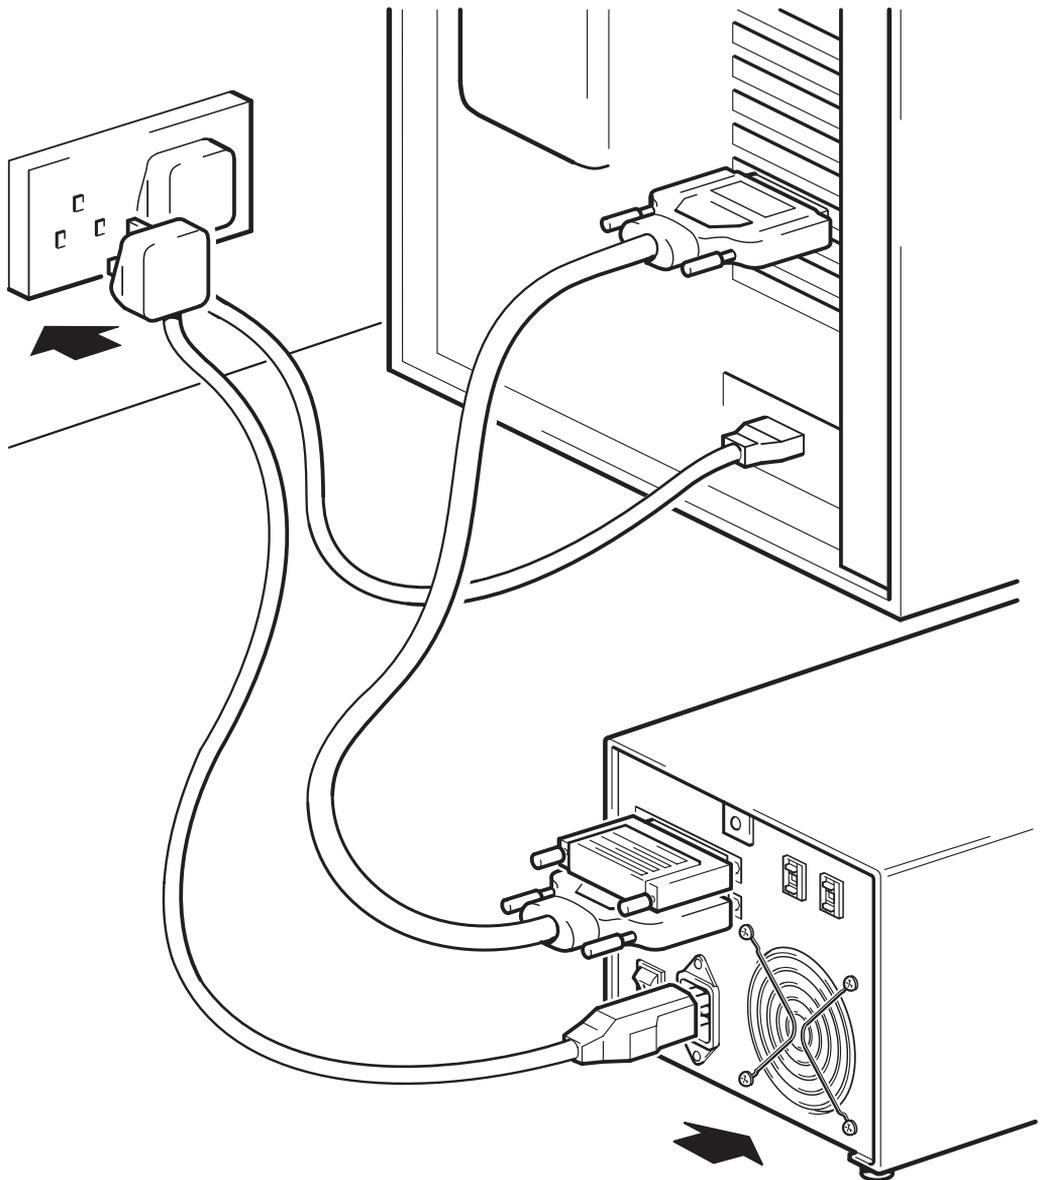

Figure 7 : connexion du câble d'alimentation
- 2** Branchez le câble d'alimentation dans le connecteur situé sur le panneau arrière du chargeur automatique. (voir figure 7).